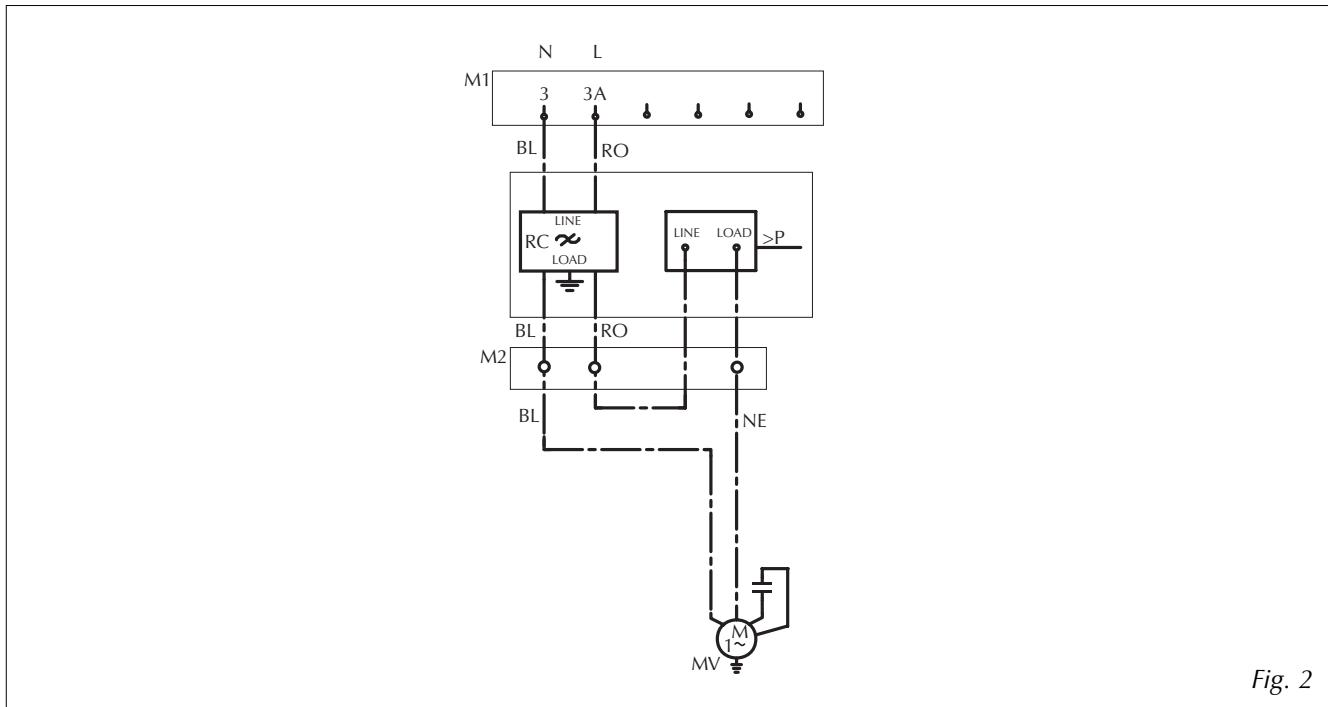

Fig. 2
- fissare il pressostato (1) alla scatola elettrica (2) con le viti (3);
- fissare il filtro RC (4) utilizzando le due viti (5);
- collegare i poli dal lato LINE del filtro RC ai morsetti 3 e 3A (utilizzare i cavi in dotazione, blu (BL) per 3 e rosso (RO) per 3A);
- collegare il cavo blu del motore ventilatore al morsetto collegato al filtro RC con il cavo blu (BL);
- verificare che i collegamenti siano eseguiti come da schema elettrico (Fig. 2);
- fissare alla presa di pressione (6) sul tubo premente il raccordo (7); si ha in questo modo una presa di pressione per le eventuali operazioni di controllo;
- collegare il capillare (8) del pressostato sul raccordo;
- fixez le pressostat (1) au boîtier électrique (2) avec les vis (3);
- fixez le filtre RC (4) à l'aide des deux vis (5);
- connectez les pôles du côté LINE du filtre RC aux bornes 3 et 3A (utilisez les câbles fournis, bleu (BL) pour 3 et rouge (RO) pour 3A) ;
- connectez le câble bleu du moteur ventilateur à la borne reliée au filtre RC avec le câble bleu (BL) ;
- vérifiez que les raccordements ont été exécutés tel qu'indiqué sur le schéma électrique (Fig. 2) ;
- fixez le raccord (7) à la prise de pression (6) sur le tube refoulant ; vous obtenez ainsi une prise de pression pour les opérations de contrôle éventuelles ;
- connectez le capillaire (8) du pressostat sur le raccord ;
- fix the pressure switch (1) to the electric box (2) with the screws (3);
- fix the RC filter (4) using the two screws (5);
- connect the poles from the side LINE of the RC filter to the 3 and 3A clamps (use the cables supplied, blue (BL) for 3 and red (RO) for 3A);
- connect the blue cable of the fan motor to the clamp connected to the RC filter with the blue cable (BL);
- verify the connections are executed as for wiring diagram (fig. 2);
- fix to the pressure outlet (6) on the tube pressing the connection (7); in this way, you have a pressure outlet for eventual control operations;
- connect the capillary tube (8) of the pressure switch on the connection;
- Pressostat (1) mit den Schrauben (3) am elektrischen Gehäuse (2) befestigen;
- RC-Filter (4) mit den beiden Schrauben (5) befestigen;
- die Pole auf der Seite LINE des RC-Filters an die Klemmen 3 und 3A anschließen (die mitgelieferten Kabel, blau (BL) für 3 und rot (RO) für 3A verwenden);
- das blaue Kabel des Ventilatormotors an die Klemme anschließen, die durch das blaue Kabel (BL) mit dem RC-Filter verbunden ist;
- sicherstellen, dass die Anschlüsse gemäß Stromlaufplan durchgeführt wurden (Abb. 2);
- Anschlussstutzen (7) am Schraderventil (6) am Druckrohr befestigen; auf diese Weise steht das Schraderventil für eventuelle Kontrollarbeiten zur Verfügung;
- Kapillarrohr (8) des Pressostats am Anschlussstutzen anschließen;